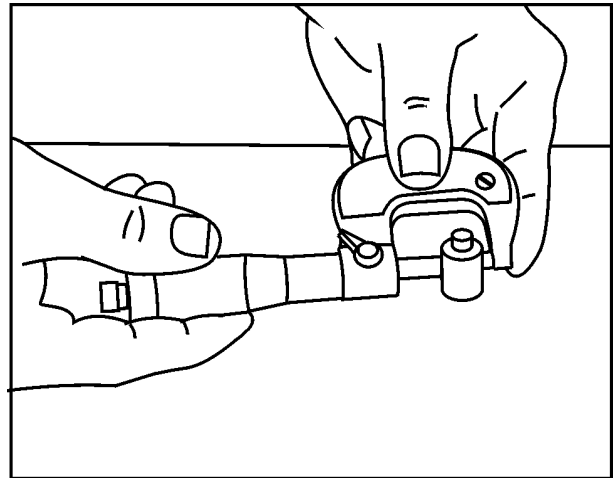

FIG 11
10. Verifique o diâmetro externo do pistão com o micrômetro, veja Especificações Técnicas, **Fig.11.**